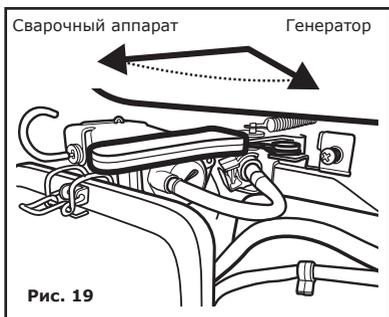

Рис. 19
ВНИМАНИЕ! Для увеличения срока службы сварочного генератора рекомендуется запуск двигателя производить в режиме генератора. На рис. 19 указан переключатель режимов для моделей УГСБ-2000/100 и УГСБ-4000/190, УГСБ-4500(-1)/220. В моделях УГСБ-2800/120И и УГСБ-4000/200И переключатель находится на панели управления (рис. 5).
ВНИМАНИЕ! Одновременное использование генераторной установки для выработки переменного тока и постоянного тока для сварочных работ ЗАПРЕЩЕНО! Для выбора режимов работы установок УГСБ-2000/100, УГСБ-4000/190, УГСБ-4500(-1)/220 предусмотрен переключатель, расположенный рядом с воздушным фильтром (рис. 19). В моделях УГСБ-2800/120И, УГСБ-4000/200И переключатель находится на панели управления (рис. 5).
3. Переведите переключатель режимов в положение «Сварочный аппарат» (рис. 19).